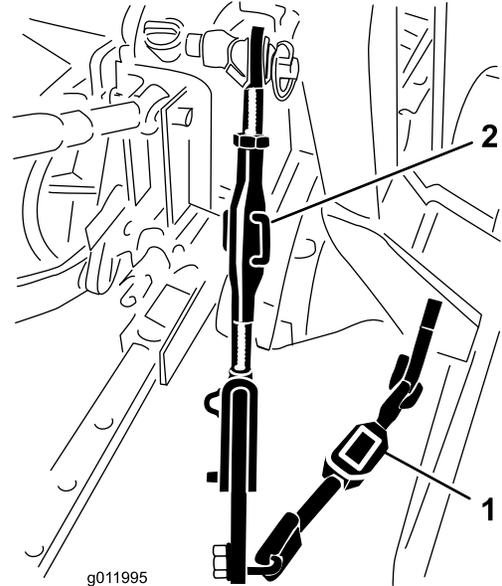

図 7
1. 下リンクを機械内側に向けて調整して、ブロアの取り付け板に接触させる 図 7。
2. 調整リンクボディが付いている場合は、これでリンクアームの上下調整を行ってブロアを左右水平にする 図 7。